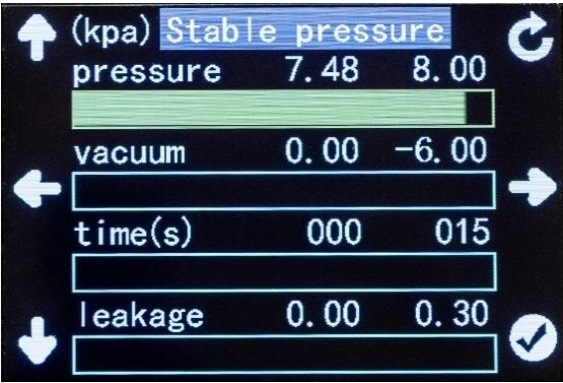
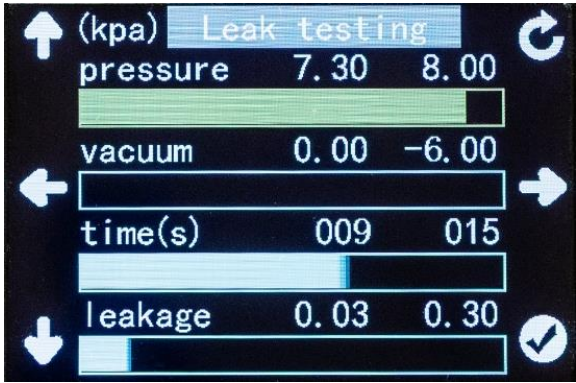

Figura 1
Figura 2
- E. La prueba primero infla o desinfla el cuerpo del dispositivo hasta que la presión de aire alcanza el 90 % del valor establecido. A continuación, como se muestra en la figura 1, se realiza una prueba de estabilización de la presión para garantizar que el cuerpo de la lámpara permanece estable bajo la presión establecida. Cuando la presión de aire es estable, se realiza una prueba de fugas para evaluar la estanqueidad del cuerpo del dispositivo, como se muestra en la figura 2. Se mostrará un cuadro emergente con el resultado de la prueba, ya sea satisfactorio o no, como se muestra en las figuras 3 y 4. Durante la prueba, pulse la tecla de retorno para finalizarla inmediatamente.